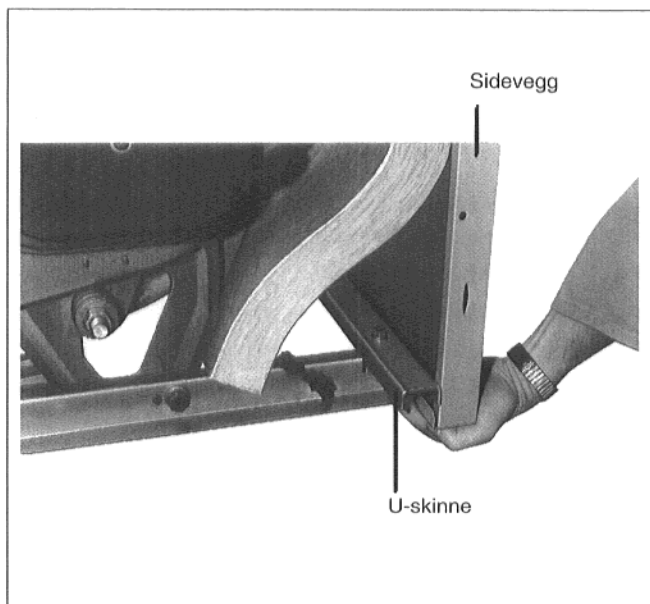

Fig. 42
- Grip nede under sideveggene, løft opp U-skinnen, trykk sideveggene lett mot kjeleblokken og heng U-skinnen inn i kanten til sideveggene (fig. 42).